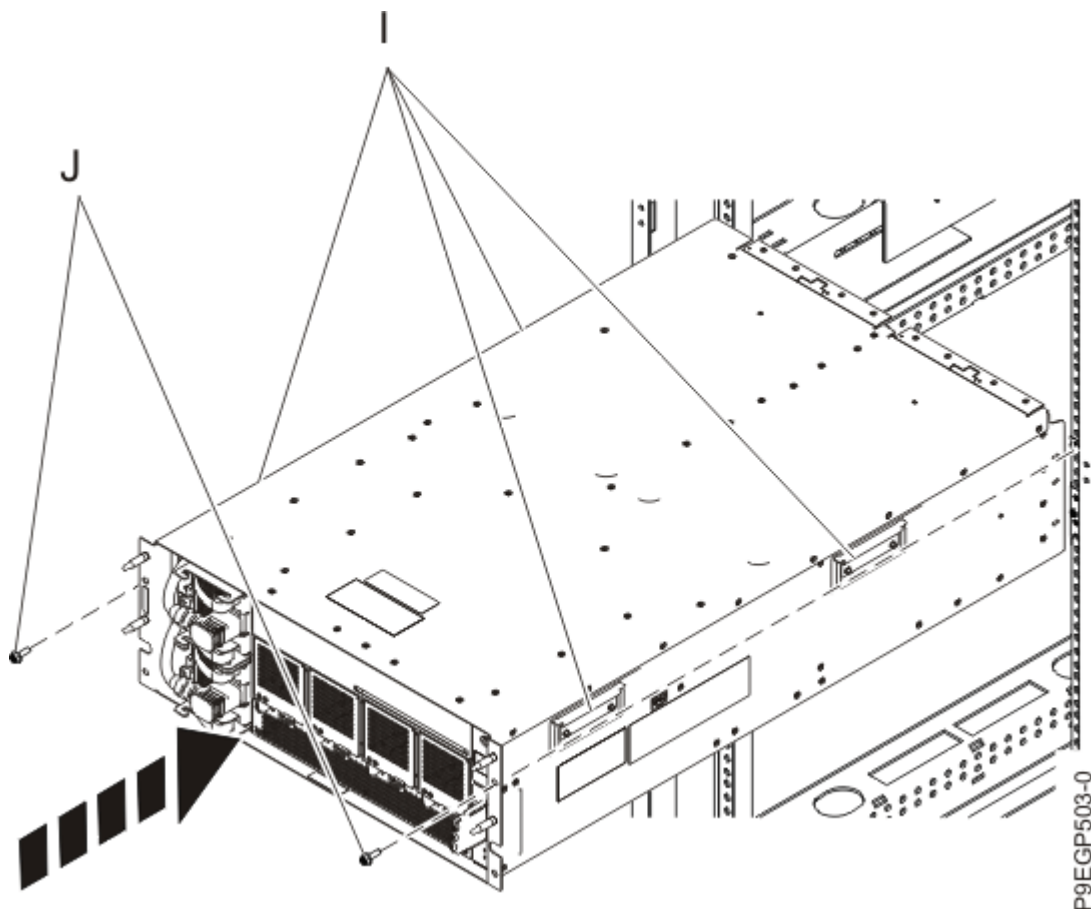

Figure 9 : Installation du tiroir dans une armoire
- 4. Trois personnes sont nécessaires pour cette opération. Deux d'entre elles sont chargées de tenir les quatre poignées **(I)**, comme illustré dans la Figure 9, à la page 13, et la troisième personne se place devant le tiroir afin de le diriger. Le tiroir est soulevé et placé devant les glissières.
Voir Figure 9, à la page 13.